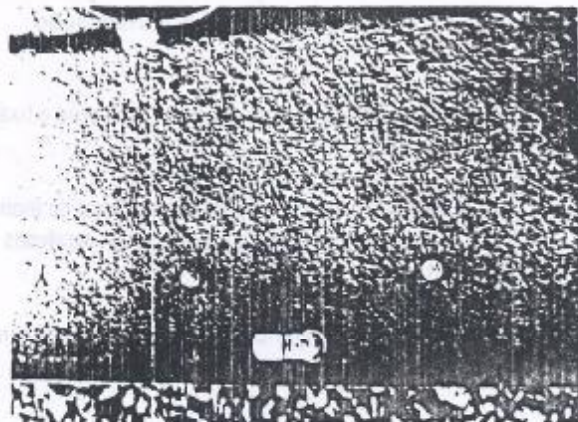

Figura 8.27.2 - Parafuso de fixação do trinco
3. Pela parte interna da tampa traseira, remover o parafuso de fixação do trinco (Figura 8.27.2).
5. Desconectar o terminal da luz da placa de licença e remover o chicote de seus suportes na tampa traseira (Figura 8.27.2).
suportes na tampa traseira e ligar o terminal (Figura 8.27.2).
6. Posicionar o trinco da fechadura e fixá-lo com o respectivo parafuso (Figura 8.27.2).